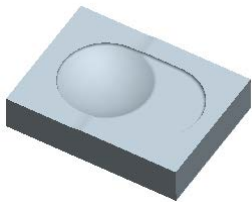
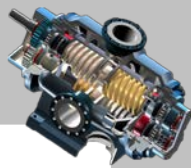

图 13.15 着色后的上半部分体积块
图 13.16 着色后的下半部分体积块
Step3. 在“体积块分割”操控板中单击 **体积块** 按钮，在“体积块”界面中单击 **1** ☒ 体积块_1 区域，如图 13.15 所示，然后在选中的区域中将名称改为 upper_vol；在“体积块”界面中单击 **2** ☒ 体积块_2 区域，如图 13.16 所示，然后在选中的区域中将名称改为 lower_vol。